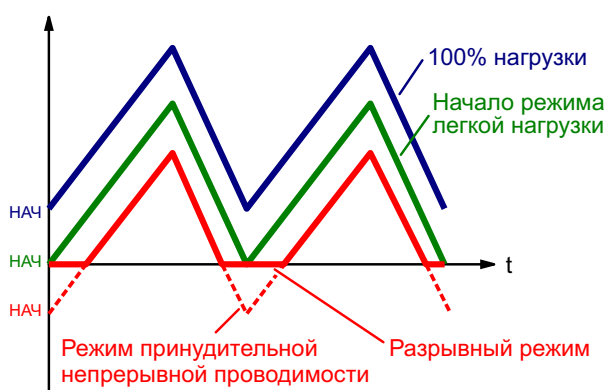

Рисунок 6. Магнитный поток дросселя при уменьшении тока нагрузки.
образователя; от $U_{\text{вх}}/U_{\text{вых}}$, согласно (9), зависит t_1 , а от него, согласно (4), t_2 . Поэтому во время работы преобразователя фактически определяется контуром стабилизации напряжения. Если при 100% мощности преобразователь работает в безразрывном режиме ($\Phi_{\text{нач}} > 0$), то по мере уменьшения тока нагрузки значения $\Phi_{\text{нач}}$ и $\Phi_{\text{кон}}$ уменьшаются на одинаковую величину без изменения t_1 . Эти процессы происходят до тех пор, пока $\Phi_{\text{нач}}$ не достигнет нулевого значения (Рисунок 6). С этого момента преобразователь переходит в режим легкой нагрузки, и его дальнейшая работа уже зависит от элементной базы силовой части.